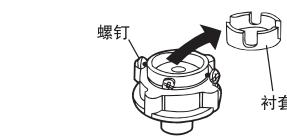

图2
- 将进水管接头四个螺钉松至可套在水龙头上为止，然后将进水管接头套在水龙头上，如图 2。如果水龙头口径偏大，进水管接头套不上，则松开四个螺钉，取下衬套，如图 3。